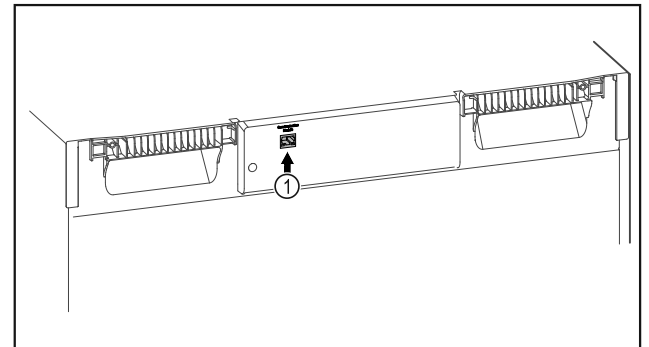

Fig. 105
- SmartModule Fig. 105 (1) 已使用。